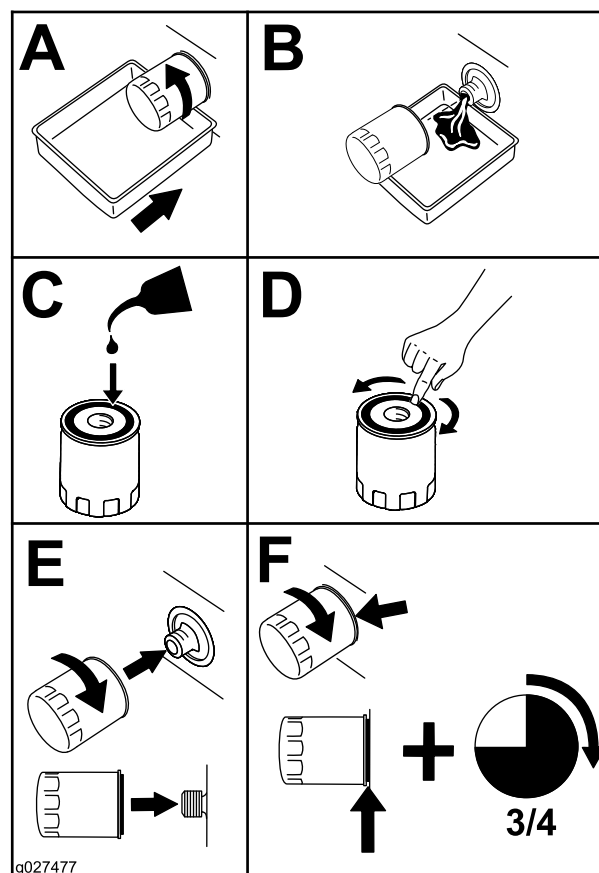

Figure 45
2. Remplacez le filtre à huile moteur (Figure 45).